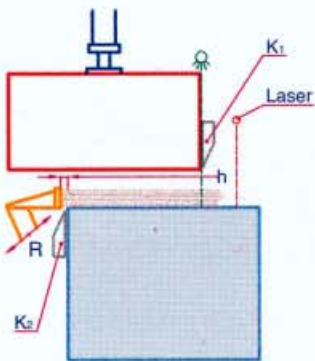
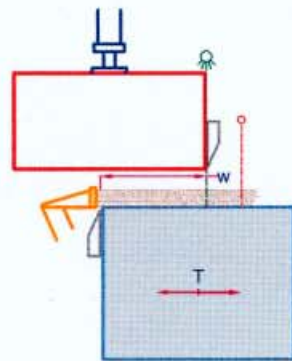

Fig.1
Fig.2
La machine permet, par une seule opération, d'effectuer la coupe d'un paquet de placage sur les deux côtés. La coupe simultanée sur les deux côtés est obtenue grâce au mouvement simultané de deux couteaux: le premier (Fig. 1; K1) monté sur une structure fixe et le deuxième (Fig. 1; K2) sur une table mobile T. La table mobile T se déplace jusqu'à atteindre une distance entre le couteau K1 et le couteau K2 qui est égale à la largeur "W" qu'on veut obtenir du paquet de placage (Fig. 2). Le mouvement du couteau K1 se produit du haut en bas, tandis que le couteau K2 se déplace dans le sens contraire. La machine est équipée d'un presseur P, pour le blocage du paquet au cours de l'opération de coupe.
Mit dieser Maschine kann man in einer einzigen Operation ein Furnierpaket auf beiden Seiten beschneiden. Das Beschneiden auf zwei Seiten des Pakets erfolgt durch die gleichzeitige Bewegung von zwei Messern, wobei das Messer (K1 in Abb. 1) an der festen Struktur und das zweite Messer (K2 in Abb. 1) am beweglichen Tisch (T) angebracht ist. Der verstellbare Tisch (T) kann solange versetzt werden, bis das am Tisch angebrachte Messer (K2) sich um eine Distanz vom Messer (K1) entfernt, wie sie der zu schneidenden Breite (W) des Furnierpakets entspricht (Abb. 2). Die Bewegung des Messers (K1) erfolgt von oben nach unten, während das Messer (K2) sich in die Gegenrichtung von unten nach oben bewegt. Die Maschine ist mit einem Niederhalter (P) für das Festklemmen des Pakets während des Schneidvorgangs ausgerüstet.
La macchina consente, con un'unica operazione, il taglio di un pacco di impiallacciatura su entrambi i lati da refilare. La refilatura simultanea, su due lati del pacco, avviene grazie al movimento contemporaneo di due coltelli, il primo (riferimento K1 di fig. 1) montato su una struttura fissa e il secondo (riferimento K2 di fig. 1) su una tavola mobile T.
La tavola mobile T si può spostare fino a portare il coltello K2, su di essa montato, a una distanza dal coltello K1, pari alla larghezza "W" che si desidera ottenere dal pacco di impiallacciatura (fig. 2).